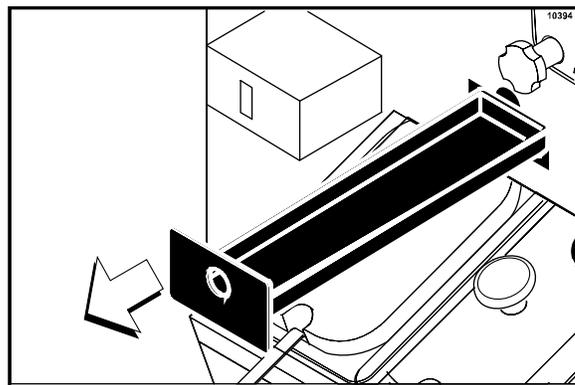

図106
8. フロントパネルから長いドリフトパンを取り外し、洗浄します(図106を参照)。